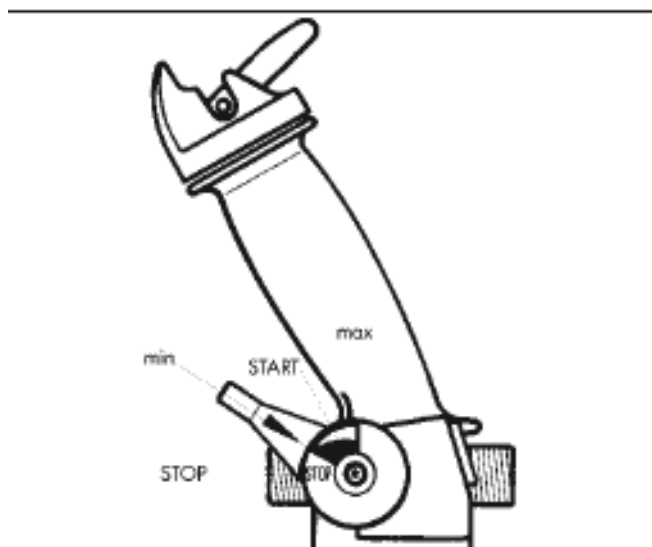

Рис.6
- Как только двигатель запустится, нажмите на дроссельный рычаг (рис. 6) для увеличения частоты оборотов двигателя, либо с помощью установочного рычага (рис.6) выберите необходимую частоту для продолжительного режима работы.
Если, несмотря на многочисленные попытки оператора, двигатель все же не запускается, значит камера сгорания двигателя уже переобогащена топливной смесью. В этом случае мы рекомендуем вывернуть и просушить свечу зажигания. Переведите выключатель (рис.6) в положение "Stop", а установочный рычаг (рис.6) в положение "max". Затем при вывернутой свече зажигания несколько раз вытяните трос стартера для продувки камеры сгорания. После этого снова установите свечу зажигания и повторите процесс запуска.
- Установите рычаг дросселя либо установочный рычаг в положение холостого хода либо в положение "min". (рис.6)